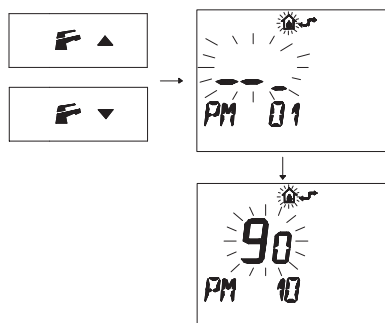

Figura 5.44
- Premere i pulsanti o per visualizzare la programmazione "PM10" selezione della frequenza di accensione (Figura 5.44).
Nella Figura 5.44 si visualizza un SET programmato di **90** corrispondente ad un tempo di riaccensione di 3 minuti circa.